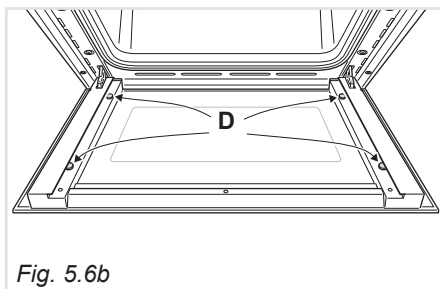

Fig. 5.6b
- Assicurarsi che la porta sia bloccata aperta (fig. 5.6b).
- Verificare che i 4 distanziatori “D” siano nella loro posizione (fig. 5.6b).